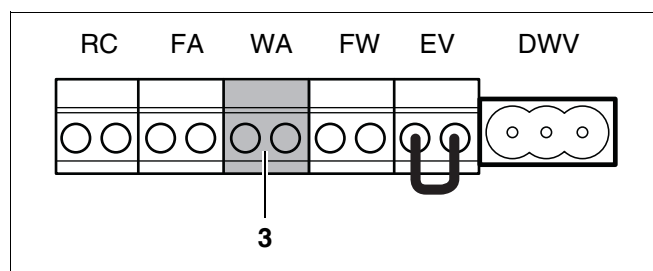

Fig. 32 Klemrække – potentialfri varmeaktivering (tilslutningsfarve grøn)
- Slut kontakten til potentialfri varmeaktivering til det grønne stik WA (fig. 32, **pos. 3**). Den maksimale tilladte modstand for denne kreds er 100 ohm. Brug hertil et 2-trådet strømkabel på hver 0,4 til 0,75 mm².